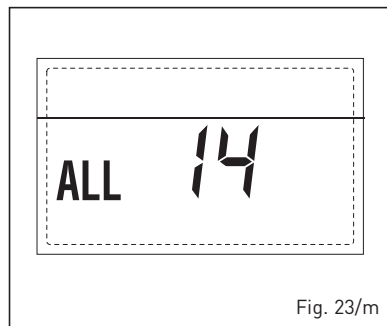

Fig. 23/m
**- ANOMALÍA DEL VENTILADOR "AL 15" (fig. 23/n)**